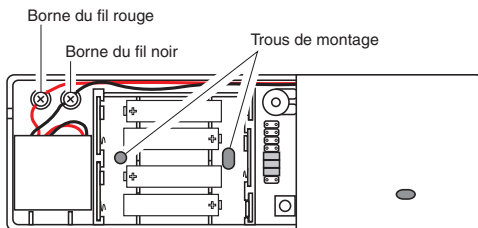

Figure 5
- Faites passer les fils du microphone dans les petites fentes du socle du module d'extension. *Note* : Au besoin, débranchez les fils du microphone des bornes de raccordement au moyen d'un petit tournevis cruciforme (Phillips). Après avoir fait passer les fils, rebranchez-les aux bornes en respectant le code de couleur (voir la Figure 5).
- Placez le module d'extension à l'endroit souhaité, puis marquez l'emplacement des orifices de montage (voir la Figure 5).